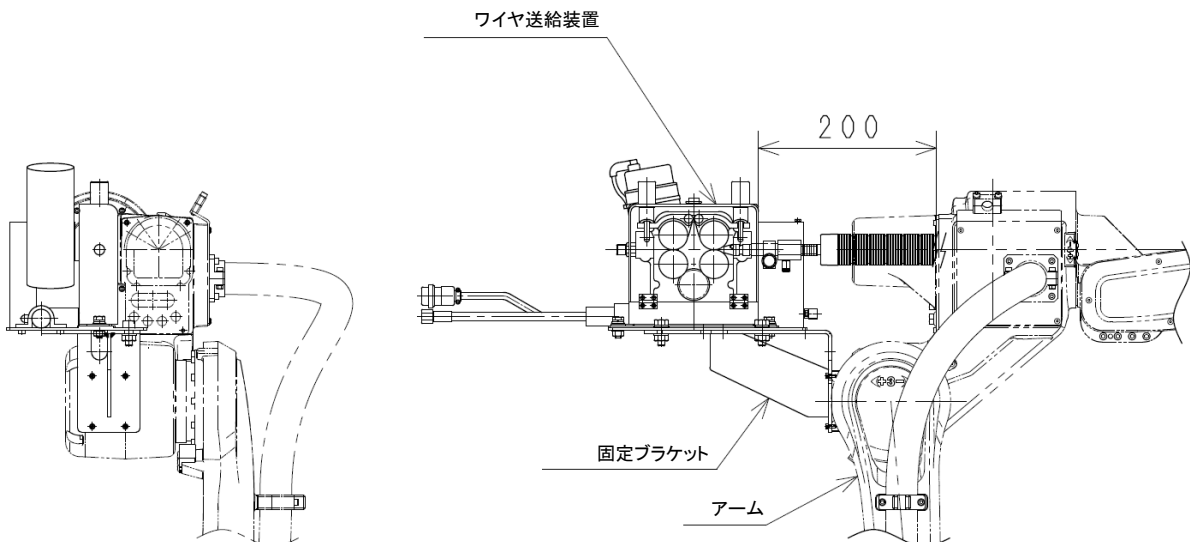

図 1.3 ワイヤ送給装置取り付け外観図(手順 3)
3. ワイヤ送給装置は、図 1.3 を参考に仮止めしておきます。最終調整は図 2.4 や図 2.9 のように JT5 軸を 135° にしたとき、一線式パワーケーブルが R100 くらいになるよう取り付けてください。